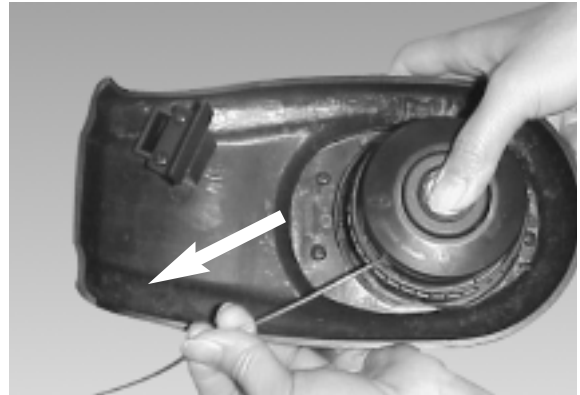

Fig. 6
1. Antes de encender el orillador de pasto la primera vez, asegúrese que el hilo de nylon toque o exceda la longitud hacia la navaja que cortara el hilo en la guarda protectora. Si el hilo no es suficientemente largo, presione el botón del cabezal y al mismo tiempo jale el hilo de nylon (Fig. 6).